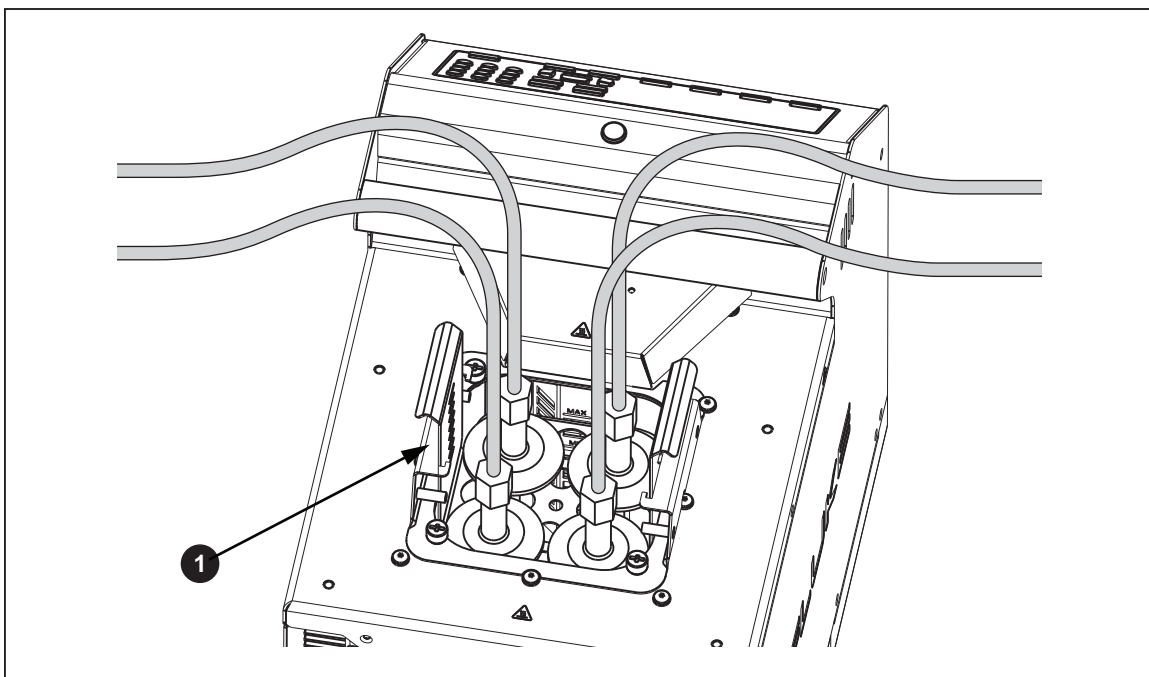

图 9.可调式探头夹具
可调式探头夹具（型号 7109-2027）最多可固定 4 个三夹钳式温度传感器。该夹具装在液槽开口内，通过四颗手拧螺钉固定到本产品顶部面板。平台的高度可以调整，以便将温度传感器的杆部和法兰浸入合适位置。要调整高度，向内轻微挤压高度调整架的凸耳①，如图 9 所示。